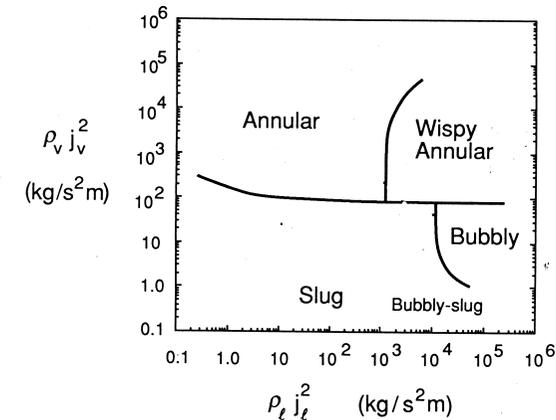

Figure 1 : Carte de configuration pour un écoulement bouillant de réfrigérant
2) Donner une expression analytique du titre massique en fonction de la cote z repérée depuis l'entrée de l'évaporateur. Calculer l'évolution des vitesses débitantes de liquide et de vapeur j_L et j_V , et caractériser les régimes d'écoulements à partir de la carte de configuration de la figure 1.